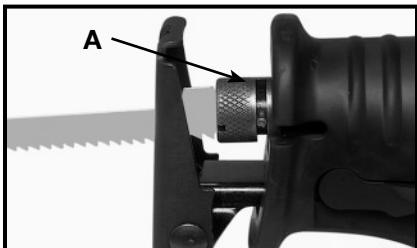

Fig. 4
1. Hay que tener el árbol alternativo (eje de vaivén) totalmente extendido para permitir entrada al collar de seguridad de la segueta (A) Fig. 4, de Quick-Change™. Si es necesario, apriete ligeramente el gatillo para mover el árbol alternativo hasta su posición extendida (como está ilustrado en la Fig. 4).
- Meta la segueta en el seguro hasta el fondo. Deje que el collar de seguridad gire en el sentido de las manecillas del reloj para asegurar la segueta, (A) Fig. 4.